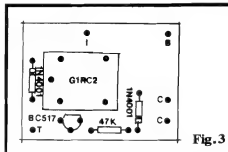

Fig. 3
- **FIG. 3 - "CHAPEADO" DA MONTAGEM** - Pelo outro lado da placa (não cobreado), todos os componentes são vistos em suas posições, com os respectivos códigos, valores, polaridades, etc., conforme é costumeiro nas descrições das montagens em APE. O transistor e os dois diodos são componentes **polarizados**, o que exige a sua colocação na placa em posição única e certa, não admitindo inversões... Assim, notar que o lado "chato" do BC517 deve ficar voltado para a lateral do relê, enquanto que as extremidades de **cabo** dos 1N4002 (marcadas com um anel ou faixa em cor contrastante...) devem ficar orientadas conforme indica a figura... Quanto ao relê, a própria disposição dos seus terminais não permitirá a inserção em posição incorreta... Depois de soldados os terminais, confere-se tudo, verifica-se a boa qualidade dos pontos de solda, e então cortam-se as "sobras" das "pernas", pela sua face cobreada...